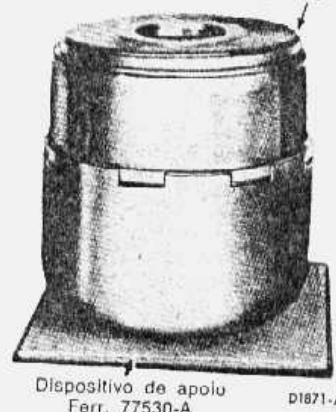

fig. 47 — trem de engrenagens apoiado sobre o dispositivo
13. Colocar a parte dianteira do trem de engrenagens no bloco de apoio (ferr. 77530-A) conforme mostrado na fig. 47.